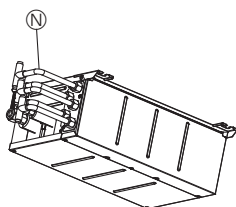

Fig. 8-7
- Pour diviser les câblages de chaque bornier en 2 dérivation à l'extérieur du boîtier de dérivation, utilisez des conduits de câblage à 2 dérivation Ⓝ. (Fig. 8-7)